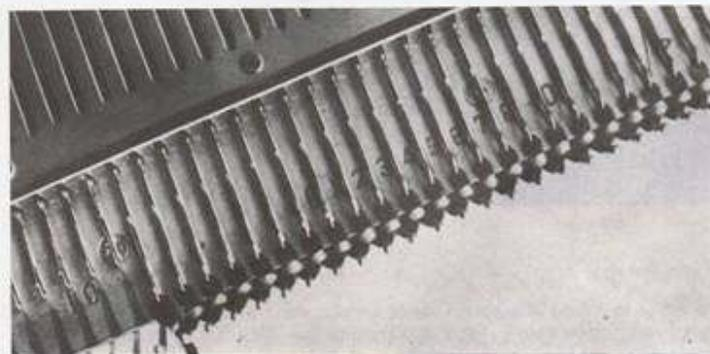

Fig. 38
- Enfiler un morceau de laine de couleur différente « B » dans le guide-fil et tricoter 1 rang vers la droite (fig. 38) (cette laine n'a pas besoin de passer dans le pêcheur et servira à la séparation de l'ourlet).